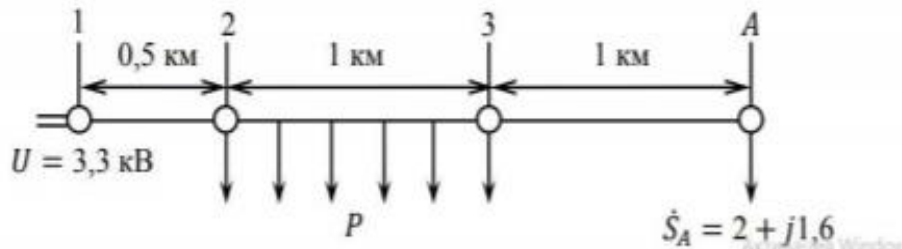

Рис. 3.7. Исходная схема
**Задача 3.** Определить напряжение в узле *A* в сети с равномерно распределенной нагрузкой, плотность нагрузки  $p = 0,3$  МВт/км. Схема сети показана на рис. 3.7, напряжение базисного узла  $U = 3,3$  кВ, нагрузка узла *A*  $\dot{S}_A = 2 + j1,6$  МВ · А, длины линий приведены на схеме. При решении принять  $R_0 = 0,1$  Ом/км,  $X_0 = 0,2$  Ом/км. Потерями мощности пренебречь.